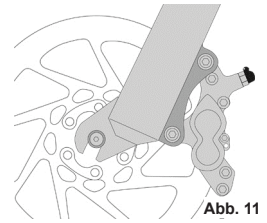
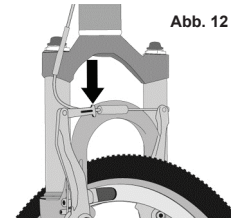

Abb. 11
Abb. 12
(1) Wenn Ihr Fahrrad über Felgenbremsen verfügt, lösen Sie den Schnellspannermechanismus der Bremse, um den Abstand zwischen dem Reifen und den Bremsbelägen zu erhöhen (siehe Kapitel 4. C. Abb. 11 bis 15).
(2) Wenn Ihr Fahrrad über Felgenbremsen verfügt, lösen Sie den Schnellspannermechanismus der Bremse, um den Abstand zwischen der Felge und den Bremsbelägen zu erhöhen (siehe Kapitel 4. C. Abb. 11 bis 15).
(3) Bei Kettenschaltung ziehen Sie das Schaltwerk mit der rechten Hand nach hinten.
3. Manche Fahrradbremsen wie Scheibenbremsen (Abb. 11) und Direktzugbremsen (Abb. 12) sind äußerst leistungsstark. Machen Sie sich besonders vorsichtig mit diesen Bremsen vertraut und lassen Sie besondere Sorgfalt walten, wenn Sie sie betätigen.
Die meisten Felgenbremsen verfügen über eine Art von Schnellspannermechanismus, damit die Bremsbeläge den Reifen nicht berühren, wenn ein Laufrad aus- oder eingebaut wird. Wenn sich der Bremsenschnellspanner in der offenen Position befindet, sind die Bremsen funktionsunfähig. Fragen Sie Ihren autorisierten Felt-Händler, damit Sie verstehen, wie der Bremsenschnellspanner an Ihrem Fahrrad funktioniert (siehe Abb. 12, 13, 14 & 15), und stellen Sie vor jeder Fahrt sicher, dass beide Bremsen ordnungsgemäß funktionieren.